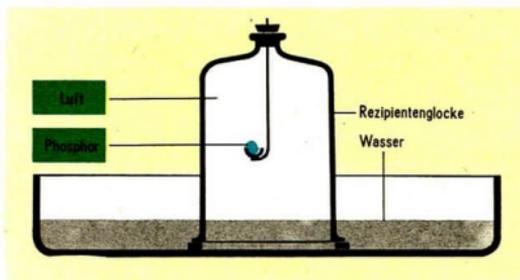

Abb. 31
**Vorsicht!** In einer Glasglocke, die ein abgeschlossenes Volumen Luft enthält, werden roter Phosphor oder Eisenspäne verbrannt (Abb. 31). In das Restgas wird eine brennende Kerze geführt.